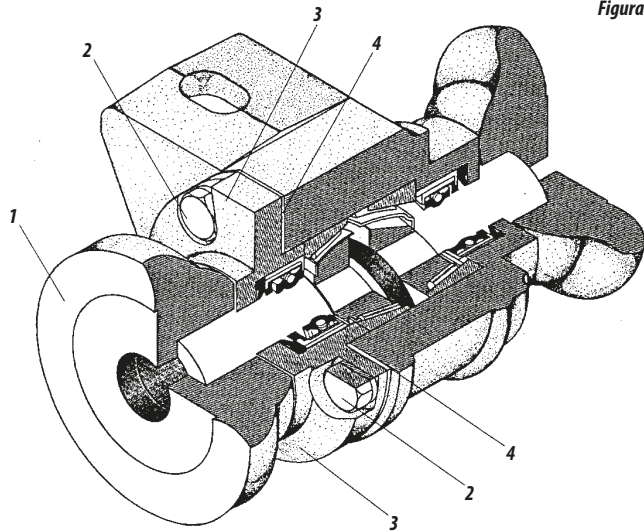

Figura 22
- Retirar la arandela item 1 figura 22.
- Soltar los tornillos item 2 y retirar la tapa item 3.
- Retirar 1 o 2 juntas item 4, de la tapa del cojinete.